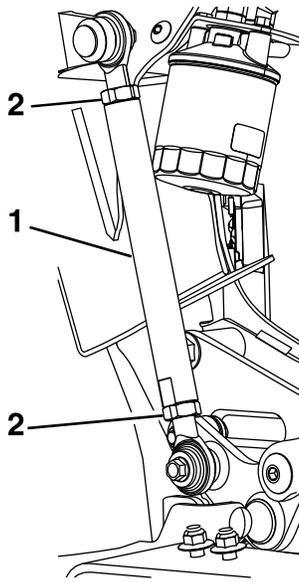

Figure 34
15. Desserrez les deux écrous de blocage et tournez la tige pour élever ou abaisser le tablier. Resserez les écrous de blocage lorsque la position correcte est atteinte (Figure 34).